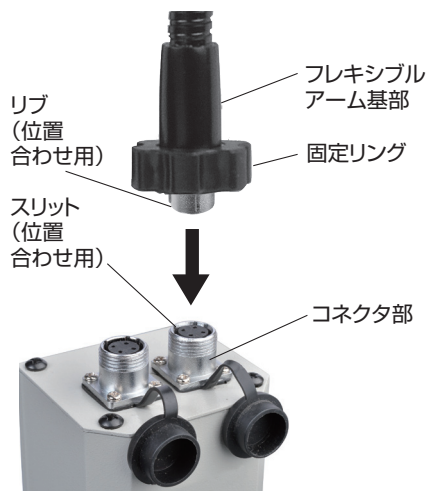

図3
(3) フレキシブルアーム基部をメインユニットの上面のコネクタ部に差し込みます(図3)。この時フレキシブルアーム基部のリップと、コネクタ部の位置合わせ用スリットを合わせて差し込んでください。その後固定リングを時計回りに回して固定します。2本とも同じ方法で固定します。
(4) メインユニットの光量調整ダイヤルを“0”にして電源スイッチは“OFF”にします。電源プラグをコンセントに差し込みます。
(5) フレキシブルアームを曲げ、ランプハウジングを位置づけます。
(6) 電源スイッチを“ON”にし、光量調整ダイヤルを時計回りに回し、適正な光量で使用してください。